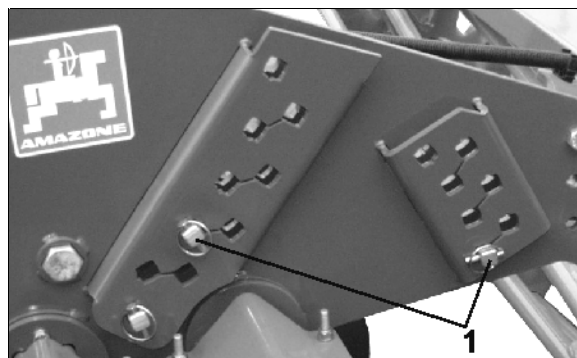

Fig. 29
3. Overslagpen bevestigen (Fig. 29/1).